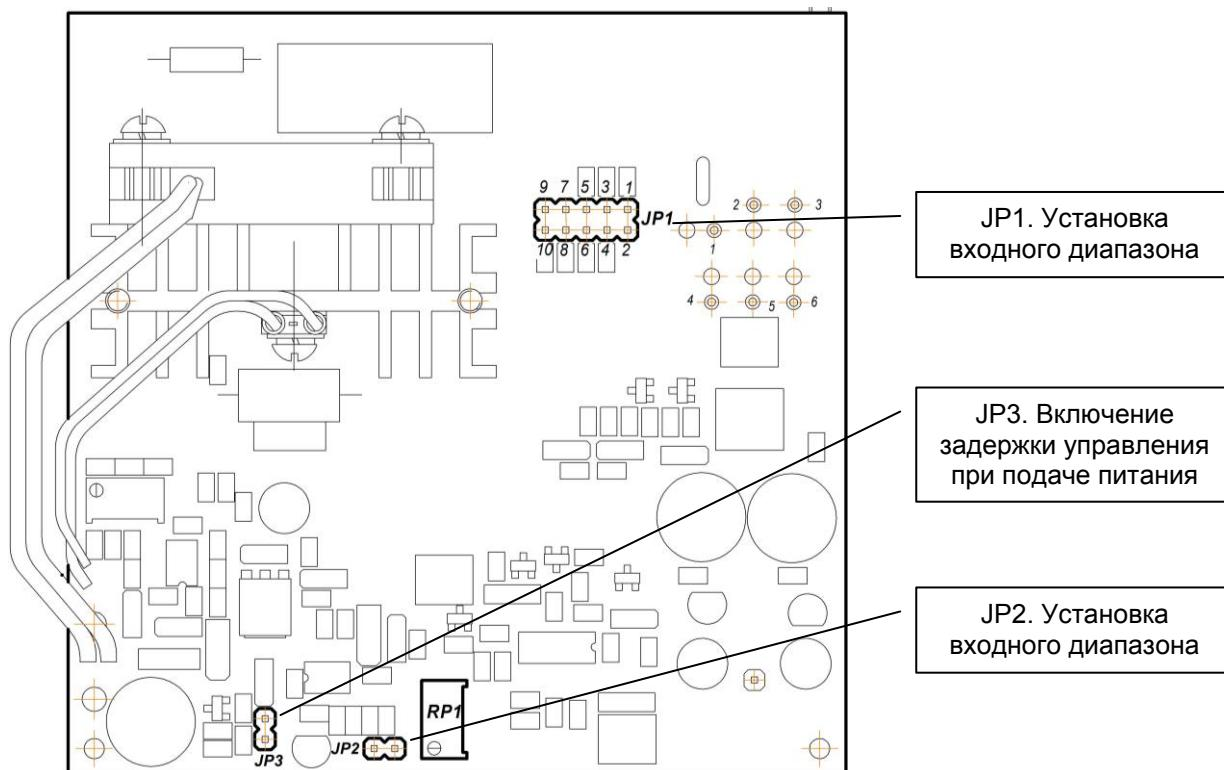

Рисунок 5.2 – Положение перемычек на плате блока БУС-21
5.2.2 Для переналадки блока на другие типы входного сигнала используйте рисунок 5.2 и таблицы 5.2.1 и 5.2.2.